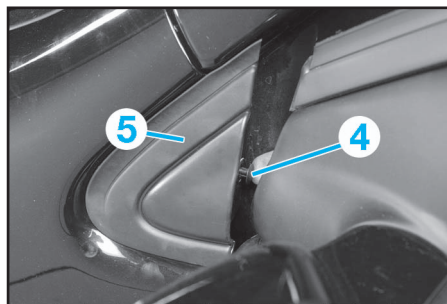

Fig.7
- l'agrafe (4), le cache (5) en le tirant en arrière et la vis (6) (Fig.7).